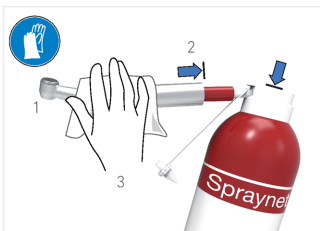

FIG. 6
W przypadku silnego zanieczyszczenia przetrzeć zewnętrzne powierzchnie wyrobu chusteczkami dezynfekcyjnymi. Stosować się do instrukcji podanych przez producenta środka. FIG. 6
1. Odblokować przewody sprayu za pomocą drutu czyszczącego Bien-Air Dental SA. FIG. 6